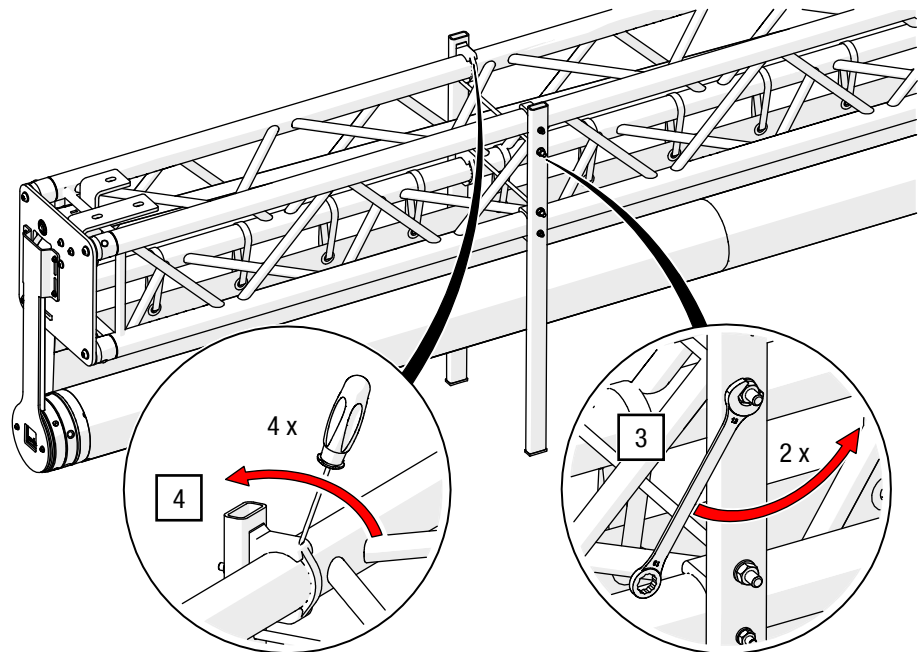

Abb. 14: Transportfüße lösen
3. Lösen Sie die Verschraubung der Gewindestangen einseitig mit einem Gabelschlüssel SW 13 (siehe Abb. 14).
4. Lösen Sie die Rohrschellen an beiden Transportfüßen, indem Sie die Rohrschellen mit einem Schlitzschraubenzieher aufhebeln (Ausführung der Rohrschellen kann je nach Hersteller variieren; siehe Abb. 14).